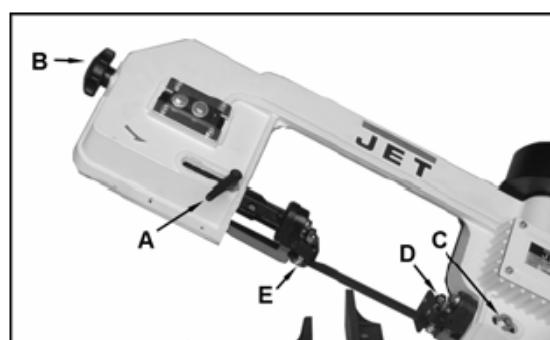
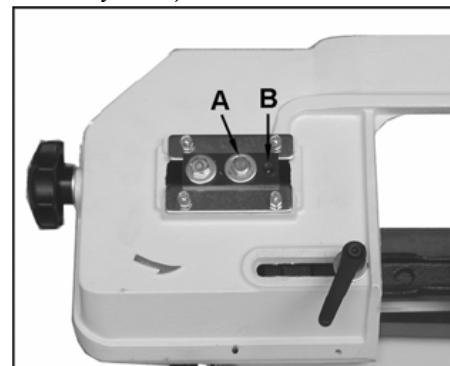

Рис.8
Рис.10
Вращайте ручку натяжения полотна (В, Рис.8), пока не достигнете необходимого натяжения.
Ослабьте направляющую рукояткой (А, Рис.8) и переместите опорный узел (Е) как можно ближе к отрезаемой заготовке.
Ослабьте гайку (С, Рис.8) и переместите опорный узел (D) как можно ближе к отрезаемой заготовке.
Если необходима дополнительная регулировка, открутите шестигранные винты (A, Рис.10). Если Вы вращаете резьбовой штифт (B, Рис.8) по часовой стрелке, ленточное полотно подходит к буртику шкива.